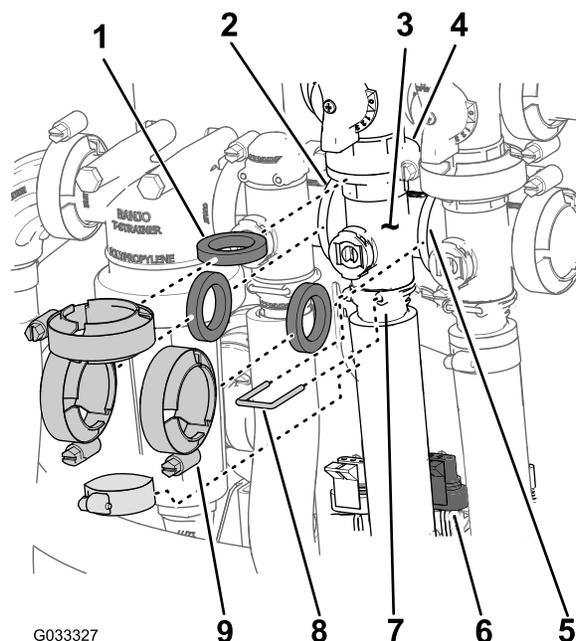

Рисунок 69
1. Снимите хомуты и прокладки, которые крепят коллектор клапана перемешивания (Рисунок 69) к перепускному клапану перемешивания, клапану управления нормой внесения, главному клапану секций и переходному штуцеру (дрессельный клапан перемешивания).
2. Снимите держатель, который крепит выпускной штуцер к коллектору клапана управления интенсивностью опрыскивания (Рисунок 69).